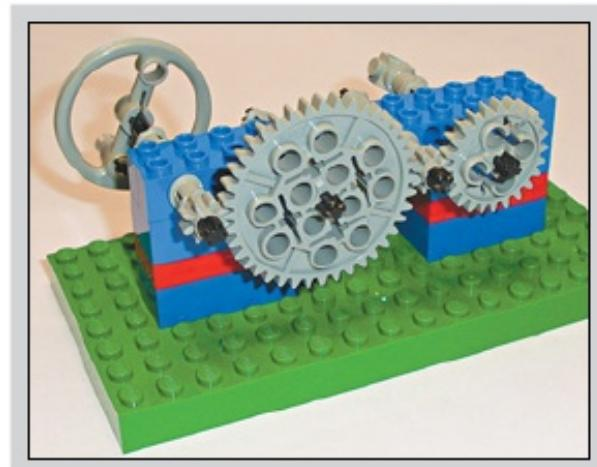

Рис. 22. Модель зубчатой передачи
1. Осуществите сборку модели зубчатой передачи по заданному прототипу (рис. 22) с помощью образовательного конструктора. Испытайте работоспособность собранной модели и подсчитайте передаточное отношение i зубчатой передачи.